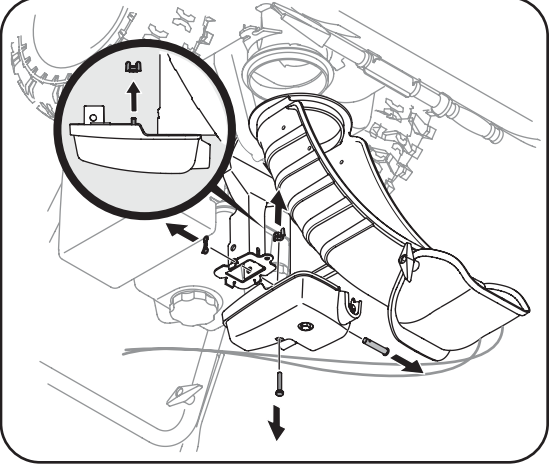

Figure 3-2
- Ajustez le guidon en serrant les boutons à oreilles en plastique qui se trouvent sur les deux côtés du guidon. Enlevez et jetez tout élastique en caoutchouc le cas échéant. Ils ne servent qu'à l'emballage. Voir la Figure 3-2.
- Retirez l'écrou à oreilles et la vis hex. qui se trouvent sur la commande de la goulotte ainsi que la goulotte fendue et l'axe de chape sur le support de la goulotte. Voir la Figure 3-2. Positionnez la goulotte (tournez vers l'avant) sur sa base.